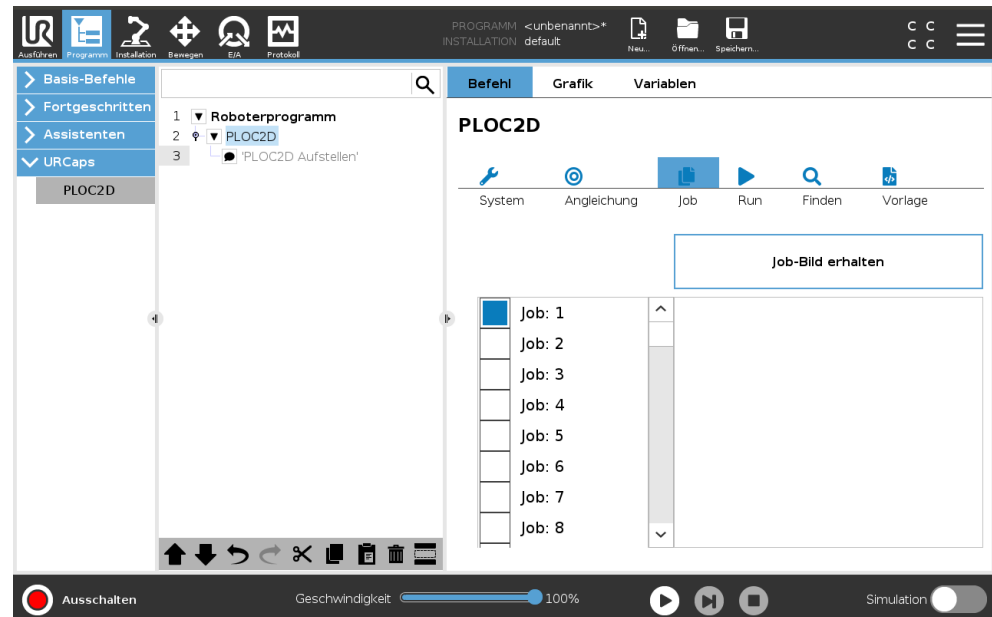

Abbildung 12: Jobs auf der Benutzeroberfläche des UR-Roboters konfigurieren
1. Optional: Klicken Sie auf die Schaltfläche **Job-Bild erhalten**, um Bilder der konfigurierten Jobs anzuzeigen, siehe Abbildung 12, Seite 15.